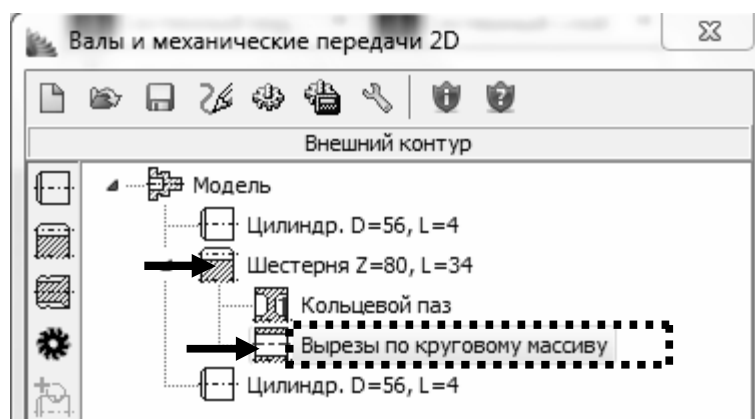

Рис. 14.15. Выбор команды Вырезы по кольцевому массиву.
8.1. Для построения кольцевых отверстий на вкладке «**Внешний контур**» укажите на шестерню в дереве построения (**Шестерня Z=80, L=34**) и далее во вкладке «**Дополнительные построения**» выберите команду «**Вырезы по кольцевому массиву**» (рис. 14.15).